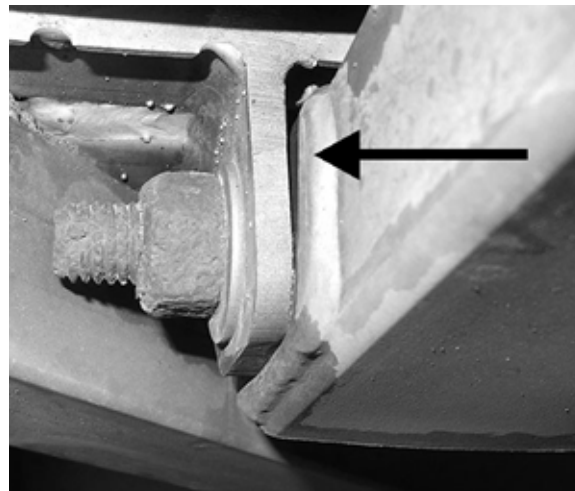

FIGURE 28: JEU VISIBLE SUR LES JOINTS TRANSVERSAUX
6. Aux emplacements de boulons transversaux (Figure 28), tout jeu visible entre le tube du support du réservoir et les pattes de montage du véhicule n'est pas acceptable.